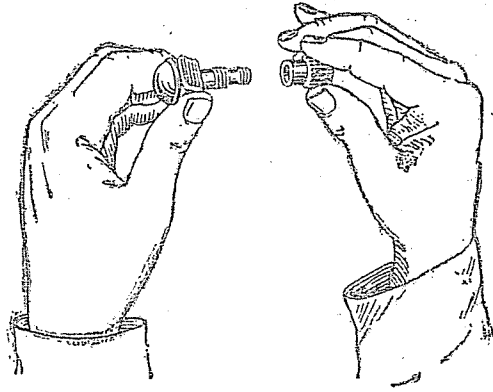

Рис. 31. Как отвинтить предохранительный колпачок дистанционной трубки
2. Отвинтить предохранительный колпачок дистанционной трубки (рис. 31).